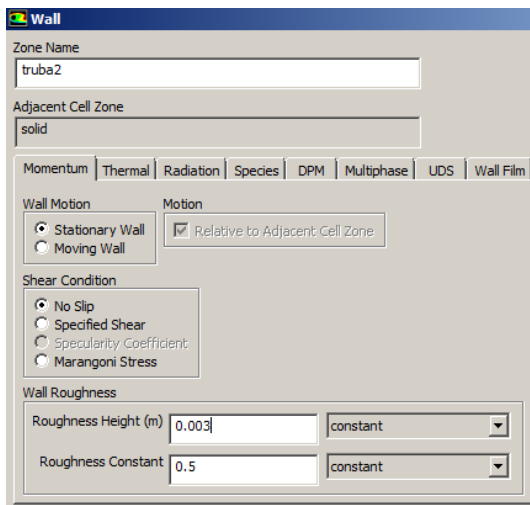

Рис. 40 – Настройка граничного условия стенки *truba2*
**Шаг 11.** По аналогии с предыдущим шагом настраивается граничное условие стенки трубы меньшего диаметра *truba2*. В меню стенки указывается шероховатость (*Roughness Height*) 3 мм (рис. 40).